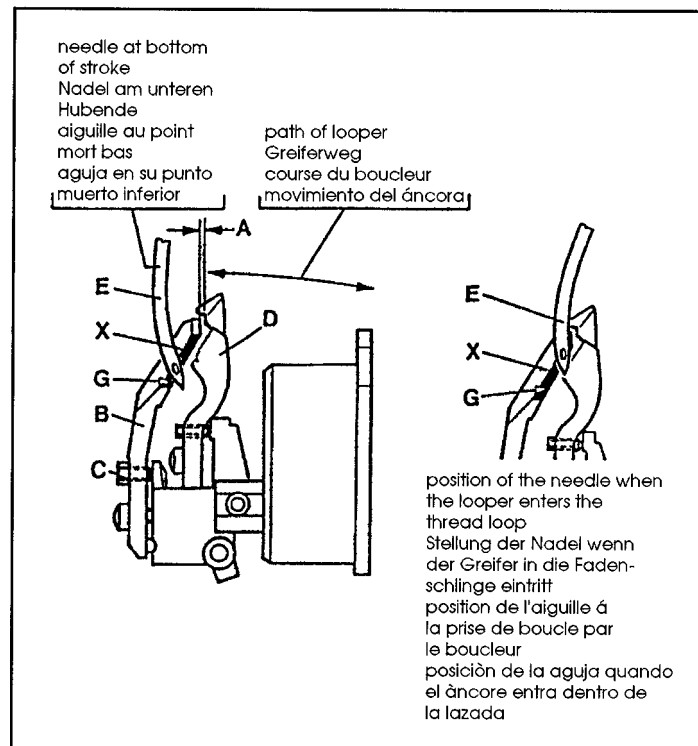

Fig. 6
Adjust the looper (D, Fig. 6) as described in paragraph "Setting the looper", see page 10.
NOTE: It is advisable to remove the rear needle guard (B, Fig. 6) for setting the looper.
Assemble the rear needle guard (B, Fig. 6). With set screw (C) adjust the distance (A) between looper (D) and rear needle guard (B) to 0.5 mm (.020 in.).
Laterally (front to rear) set the rear needle guard (B, Fig. 6) with its guarding surface (G) close to the needle (E) even so that it barely contacts it, to avoid hitting of the needle by the looper point.
Edge (X, Fig. 6) on the guarding surface (G) of the rear needle guard (B) should not essentially disturb the needle thread. If disturbance of the needle thread occurs it can be eliminated by slightly changing the 0.5 mm (.020 in.) distance between looper and rear needle guard as well as by slightly changing the needle height.
Stellen Sie den Greifer (D, Fig. 6) wie im Abschnitt "Einstellung des Greifers" beschrieben ein, siehe Seite 10.
BEACHTEN SIE: Es ist ratsam, zum Einstellen des Greifers den hinteren Nadelanschlag (B, Fig. 6) zu entfernen.
Bauen Sie den hinteren Nadelanschlag (B, Fig. 6) ein. Stellen Sie mit dem Gewindestift (C) den Abstand (A) zwischen Greifer (D) und hinterem Nadelanschlag (B) auf 0,5 mm.
Seitlich (von vorne nach hinten) stellen Sie den hinteren Nadelanschlag (B, Fig. 6) mit seiner Schutzfläche (G) dicht an die Nadel (E), so dass er sie gerade berührt, um zu verhindern, dass die Nadel von der Greiferspitze getroffen wird.
Die Kante (X, Fig. 6) an der Schutzfläche (G) des hinteren Nadelanschlags (B) soll den Nadelfaden nicht wesentlich stören. Tritt eine Störung des Nadelfadens auf, kann diese durch leichtes Verändern des 0,5 mm Abstands zwischen Greifer und hinterem Nadelanschlag sowie durch leichtes Verändern der Nadelhöhe beseitigt werden.
Régler le boucleur (D, Fig. 6) comme indiqué au paragraphe "Réglage du boucleur" page 10.
Monter le protège aiguille arrière (B, Fig. 6). Avec la vis (C) régler à 0,5 mm la distance (A) entre le boucleur (D) et le protège aiguille arrière (B).
Régler latéralement (avant-arrière) le protège aiguille arrière (B, Fig. 6) avec la surface de protection (G) près de l'aiguille de même qu'elle frôle pour éviter tout contact avec la pointe du boucleur.
Le bord (X, Fig. 6) du protège aiguille ne doit surtout pas interférer avec le fil d'aiguille. Si cela se produit, il est possible d'y remédier en modifiant légèrement de 0,5 mm entre le boucleur et le protège aiguille et, éventuellement, en changeant la hauteur de l'aiguille.
Ajustar el ánclora (D, Fig. 6) tal como se describe en el párrafo "Colocación del ánclora", ver página 10.
Montar el salva agujas posterior (B, Fig. 6). Con el tornillo de fijación (C) ajustar la distancia (A) entre ánclora (D) y salva agujas posterior (B) para que sea de 0,5 mm. La aguja deberá encontrarse permanentemente en contacto con la superficie (G) del salva agujas posterior (B) durante todo el recorrido de la aguja, desde el punto muerto inferior, hasta que el ánclora entra en la lazada del hilo aguja.
Ajuste lateral (de detrás hacia adelante) del salva agujas posterior (B, Fig. 6) en la zona (G), que deberá estar lo más cerca posible de la aguja (E), de forma de que apenas tome contacto con el salva agujas (E) para evitar el choque entre la punta del ánclora y aguja.
El canto (X, Fig. 6) de la zona de contacto (G), del salva agujas posterior (B), debe situarse de manera que no desvie el hilo de la aguja. Si esto ocurre, puede eliminarse moviendo ligeramente la distancia de 0,5 mm que existe ánclora y salva agujas posterior, o variando ligeramente la altura de la aguja.